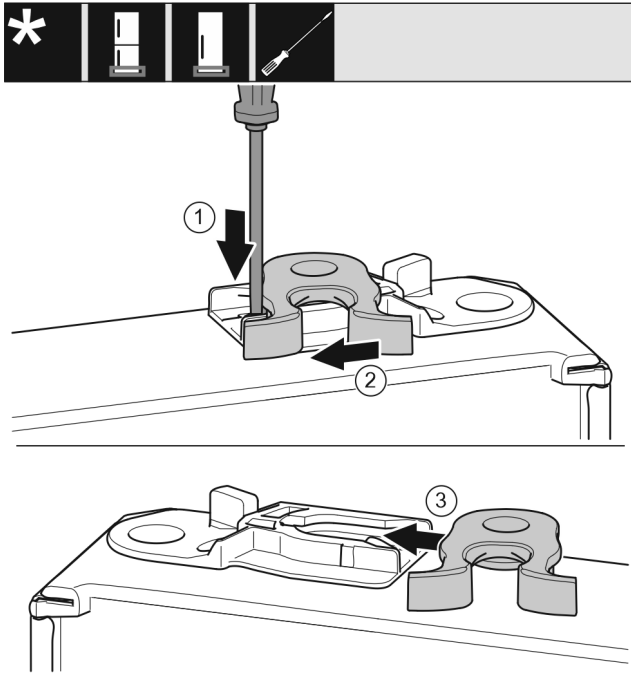

Fig. 20
- Odvijačem s ravnom glavom pritisnite spojnicu Fig. 20 (1) prema dolje.
- Izvucite kuku za zatvaranje Fig. 20 (2) iz vodilice.
- Gurnite kuku za zatvaranje Fig. 20 (3) na drugoj strani u vodilicu.